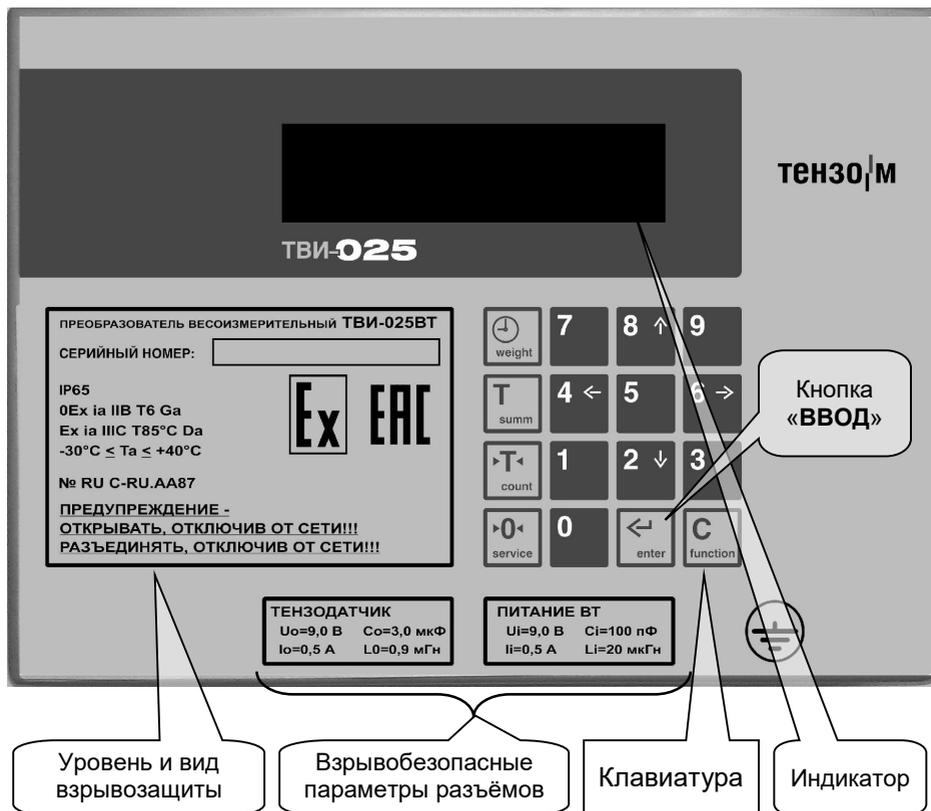

Рис. 8.1. Внешний вид ВТ Преобразователя спереди.
На Рис. 8.1 изображён внешний вид ВТ Преобразователя спереди.
11.2. После включения Преобразователь выполнит самотестирование, затем на дисплей ТВИ-025ВТ (см. Рис. 8.1 на стр. 15) будет кратковременно выведено название версии программного обеспечения Преобразователя: «10» или «С.1.5».